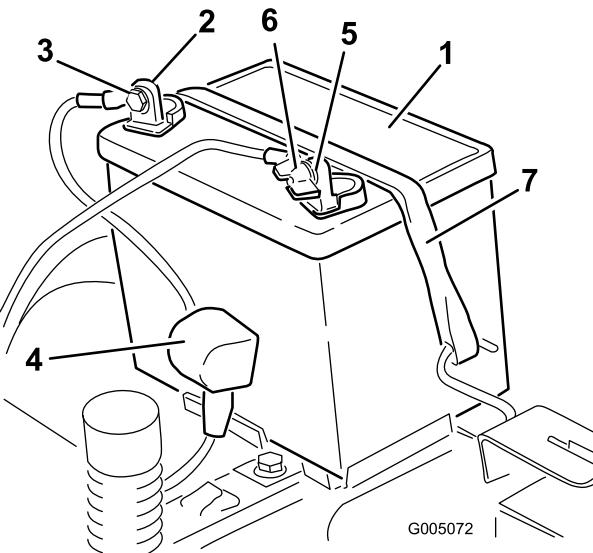

Figure 38
6. Débranchez le câble positif (rouge) de la borne de la batterie (Figure 38).
7. Déposez la barrette de maintien de la batterie et soulevez la batterie de son support (Figure 38).
4. Débranchez le câble négatif (noir) de mise à la masse de la borne de la batterie (Figure 38).
1. Placez la batterie dans son support (Figure 38).
5. Fixez la batterie en place à l'aide de la barrette de maintien (Figure 38).